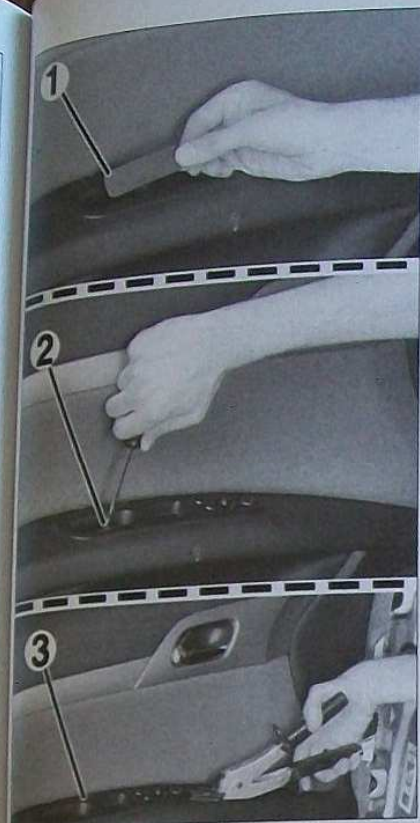

FIG. 21
Dégager la plaquette (1), la vis (2) et dégager le bloc interrupteur (3) (Fig.21).